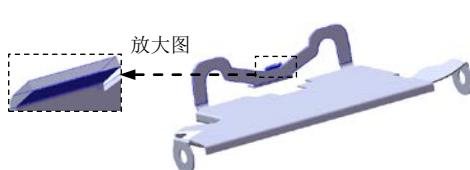
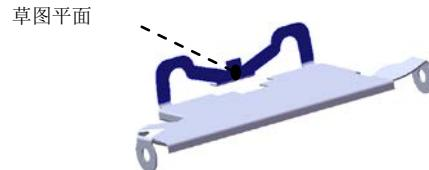

图 6.62 绘制的折弯 6
图 6.63 折弯线草图平面
(3) 定义法兰参数。
① 定义法兰角度值。在 **角度(A)** 区域的文本框中输入角度值 90.0。
② 定义长度类型和长度值。在“边线—法兰”对话框的 **法兰长度(L)** 区域的下拉列表中选择 **给定深度** 选项，在文本框中输入深度值 1.5。在此区域中单击“外部虚拟交点”按钮 。
③ 定义法兰位置。在 **法兰位置(N)** 区域中，单击“折弯在外”按钮 .
(4) 单击  按钮，完成边线—法兰 8 的创建。
Step24. 创建图 6.62 所示的钣金特征——绘制的折弯 6。
(1) 选择命令。选择下拉菜单 **插入(I)** → **钣金(B)** →  **绘制的折弯(S)...** 命令(或单击“钣金”工具栏上的“绘制的折弯”按钮 )。
(2) 定义特征的折弯线。
① 定义折弯线草图平面。选取图 6.63 所示的模型表面作为折弯线草图平面。